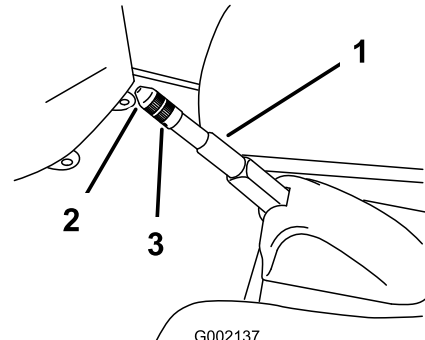

図 44
2. ブレーキレバーに調整ノブを固定している固定ネジをゆるめる（図 44）。